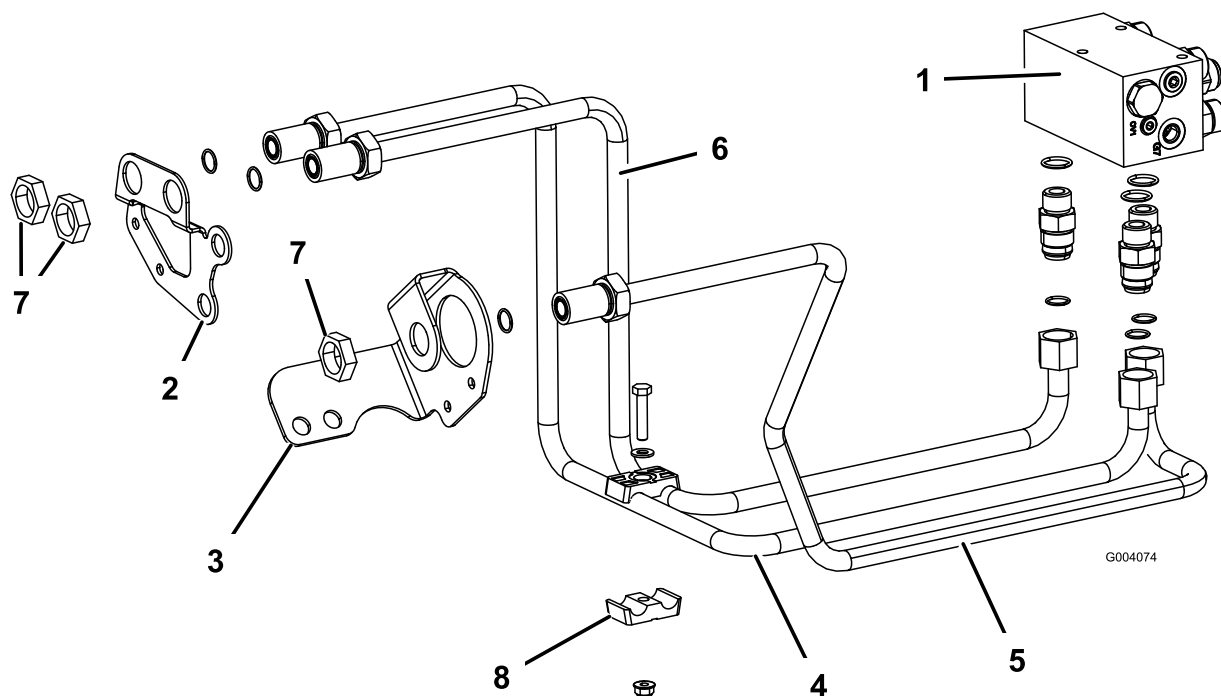

Рисунок 9
1. Проложите гидравлический патрубок, № по кат. 108-7624, от левого штуцера коллектора, обозначенного "RF", к правому отверстию в правом кронштейне перегородки рамы (Рисунок 9).
часть – на кронштейне перегородки с помощью контргайки перегородки (Рисунок 9).
3. Проложите гидравлический патрубок, № по кат. 108-7626, от среднего штуцера коллектора, обозначенного "REV", к отверстию в левом кронштейне перегородки рамы (Рисунок 9).
5. Проложите гидравлический патрубок, № по кат. 108-7625, от правого штуцера коллектора, обозначенного "LF", к левому отверстию в правом кронштейне перегородки рамы (Рисунок 9).
7. Закрепите вместе оба правых гидравлических патрубка с помощью двойного половинчатого зажима, винта с головкой (5/16 x 1-1/2 дюйма), плоской шайбы (0,344 x 0,688) и контргайки (5/16 дюйма) (Рисунок 9).